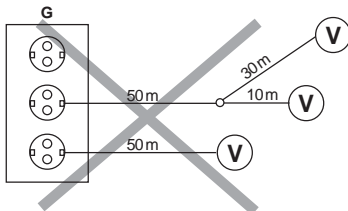

Bild 9 Längen einzelner Leitungen
In Bild 9 sind verschiedene Möglichkeiten dargestellt.
**Beachte:** Die Längen der einzelnen Leitungen (vgl. Bild 9) dürfen nicht überschritten werden!